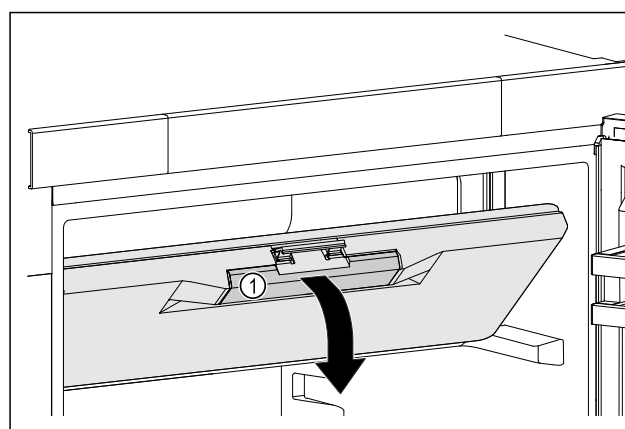

Fig. 52
- ▶ Возьмитесь за утопленную ручку Fig. 52 (1) на двери морозильного отделения.